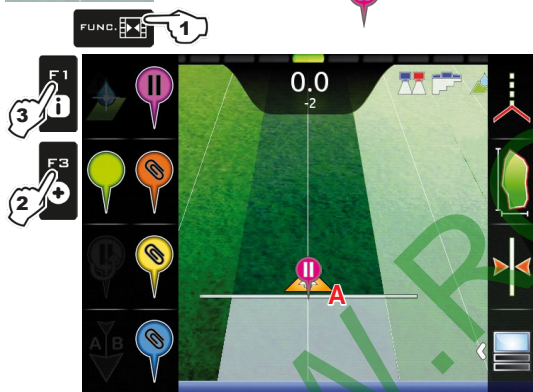

Fig. 389
- 3 Nacisnąć **F1** w momencie, gdy znajdziesz się w pozycji do zapamiętania (**A** na Fig. 389): Symbol  zostanie umieszczony dokładnie w tym punkcie.